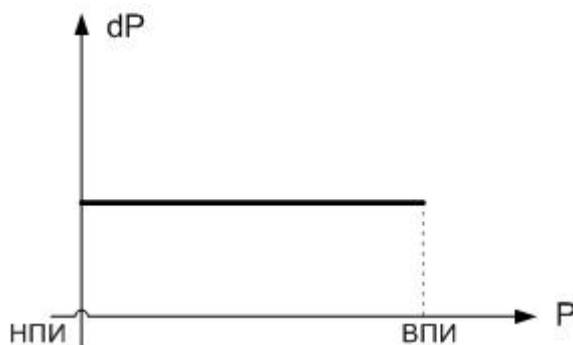
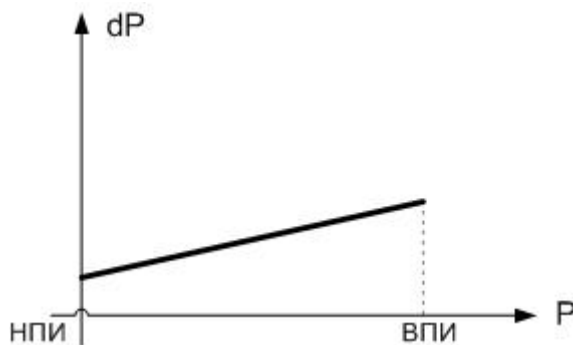
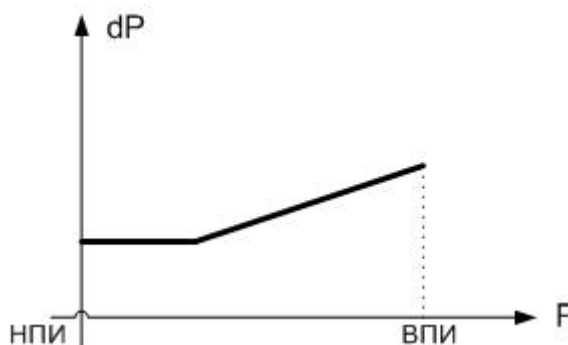

Рисунок 3.4.13 – Тип класса точности «%Д»
Рисунок 3.4.14 – Тип класса точности «%ИВ + Const»
Рисунок 3.4.15 – Тип класса точности «%Д / %ИВ»
- Определение класса точности поверяемого прибора. Указание типа класса точности прибора: % от рабочего диапазона (%Д) (рисунок 3.4.13), % от измеренной величины плюс постоянная составляющая в %, приведенная к рабочему диапазону (%ИВ + Const) (рисунок 3.4.14), % от измеренной величины с нормировкой % диапазона вблизи «нуля», к которому приводится класс точности (%Д / % ИВ) (рисунок 3.4.15).